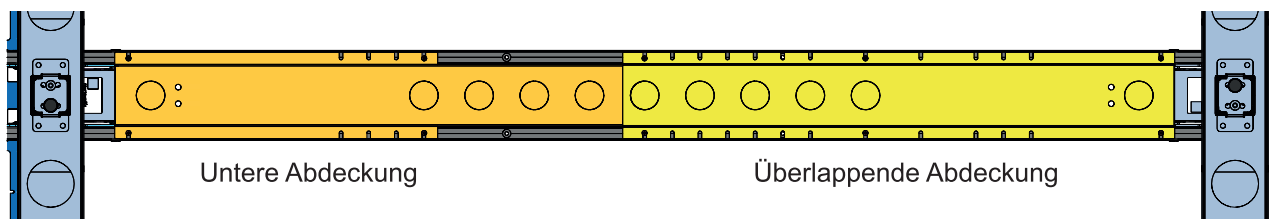

Abbildung 6: Aufbau Kabelwannenabdeckung
- Positionieren Sie die Abdeckung(en) auf den Traversenrohren. Bei zweiteiligen Abdeckungen setzen Sie zuerst den unteren Teil, anschließend den überlappenden, der über den unteren Teil hinausragt. Sehen Sie Abbildung 6.